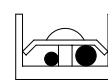

Bild 7
- Vid anslutning av kablar av samma diameter ska anslutningarna göras enligt bild 7.